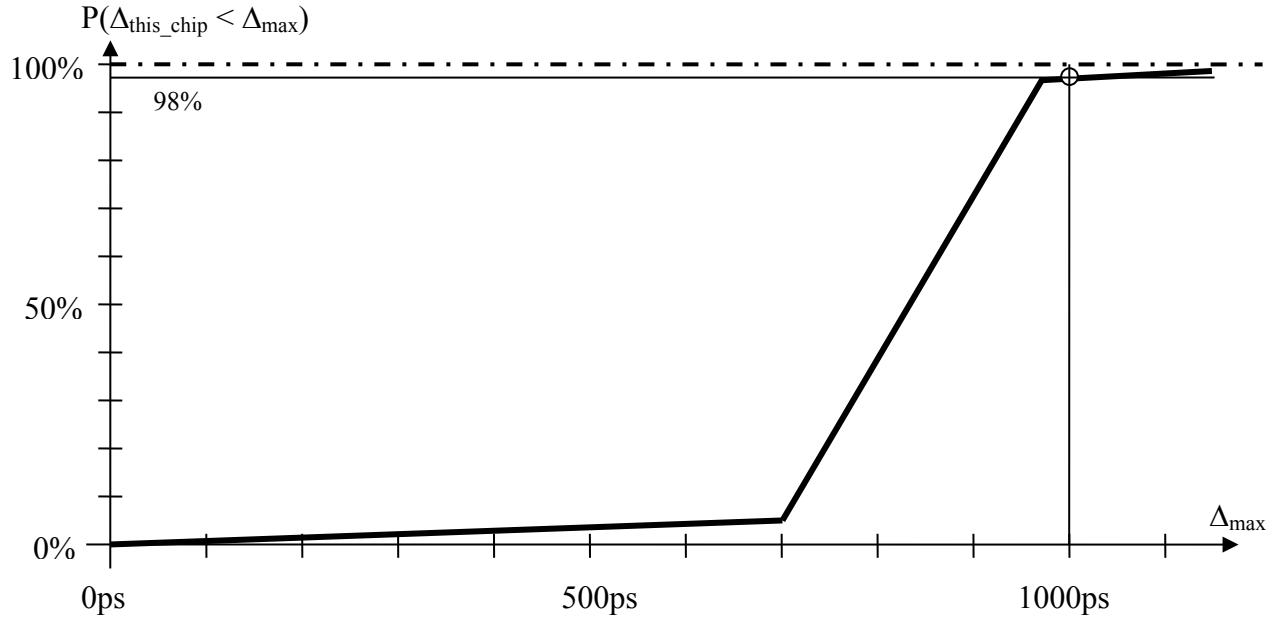

Abbildung 3.1
- Dieses Signal  $U_{in}$  wird an einen Eingang eines digitalen Gatters mit Schwellwert  $U_{th} = 1,5V$  (ohne Hysterese) gelegt. Ergänzen Sie in Abbildung 3.1 den Spannungsverlauf  $U_{dig1}$  nach der Digitalisierung!
Gegeben sei ein CPU-Chip, der nominal bei 2,5V Versorgungsspannung, 25°C Umgebungs-temperatur und 1GHz arbeitet und dabei eine Die-Temperatur von 85°C erreicht. Abbildung 3.1 zeigt eine Näherung für die (kumulative) statistische Verteilung des Delays im kritischen Pfad, wie sie vom Hersteller ermittelt wurde. Wie man erkennt, ist das Design so ausgelegt, dass trotz der fertigungsbedingten Variationen 98% der gefertigten Chips funktionieren. Bei den restlichen 2% seien die Delays im kritischen Pfad (inklusive Setup/hold time) größer als die Periodendauer von 1000ps, sodass Probleme beim Timing auftreten. Diese Chips wurden beim Test ausgeschieden.
- (a) Würde man den Chip um 25% höher takten – wie groß wäre dann der zulässige Delay? Wie hoch wäre damit nach Abbildung 3.1 der Prozentsatz der auszuscheidenden Chips?